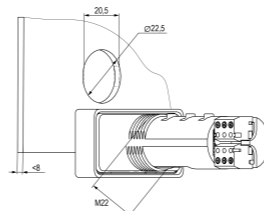

Abb. 2 Montageausschnitt
1. Bereiten Sie den Montageausschnitt mit einem \varnothing von 22,5 mm in der Schalttafel vor, in dem das Gerät montiert werden soll (siehe Abb. 2).